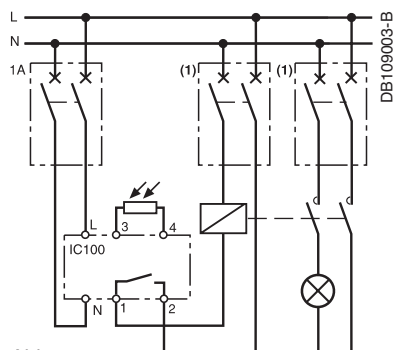

Abb. 2
- Strom > 16 A, cos φ = 1 (Abb. 2): Verwendung eines Schützes erforderlich.